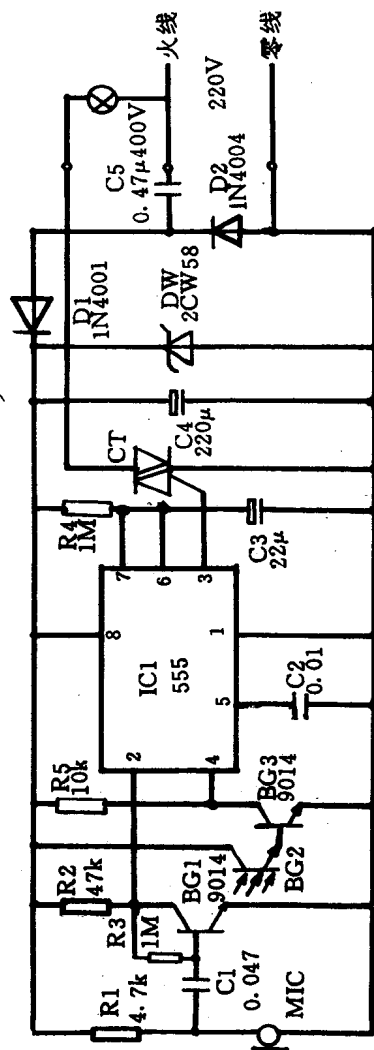

图 1-1 声、光控路灯
本电路同时具有声控和光控路灯功能。路灯白天不亮，晚上拍手或吹口哨即亮，延时半分钟后自动熄灭，方便又节电。电路原理如图 1-1 所示。采用 555 时基集成电路，简单易制，成本低，可靠性高。
(1) 电源线须按图 1-1 所示连接, 火线和零线不能对调, 否则